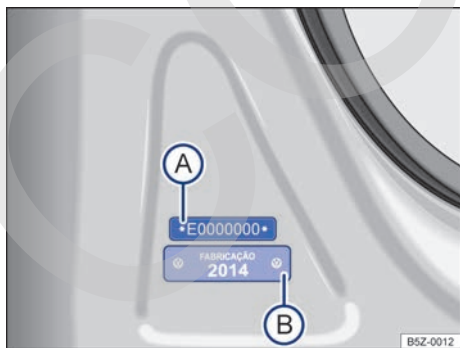

Fig. 189 En la columna de la puerta delantera derecha: etiqueta con el número de bastidor parcial (A) y placa del modelo, año de fabricación (B).
Las etiquetas con el número de bastidor parcial se encuentran en la columna de la puerta delantera derecha → fig. 189 (A), en la columna de la suspensión izquierda y en el travesaño del asiento del conductor. Estas etiquetas son destruidas al ser eliminadas.
La etiqueta con el número de identificación del año de fabricación está ubicada en la columna de la puerta delantera derecha → fig. 189 (B). Esta etiqueta se destruye al ser eliminada.